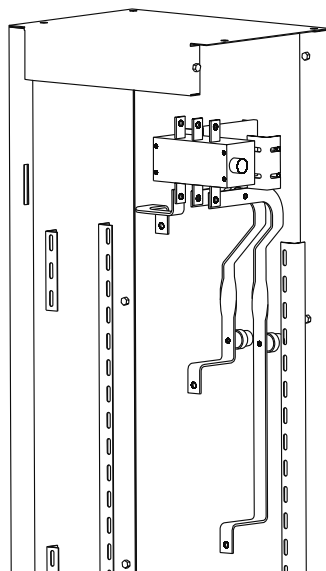

Рисунок 2
2.3 Установить на изоляторы вертикальные шины фаз В и С, используя болты M8×16 и шайбы плоские и пружинные из комплекта поставки шин (рисунок 2).
2.4 Присоединить шины к контактам выключателя (рисунок 2). Крепёж поставляется с выключателем.
2.5 Между шинами В и С установить изоляторы типа SM 40 вблизи контактов выключателя, используя болты M6×10 и шайбы плоские и пружинные из комплекта поставки шин (рисунок 2).
2.6 Установить на контакт выключателя вертикальную шину А (рисунок 2). Крепёж поставляется с выключателем.